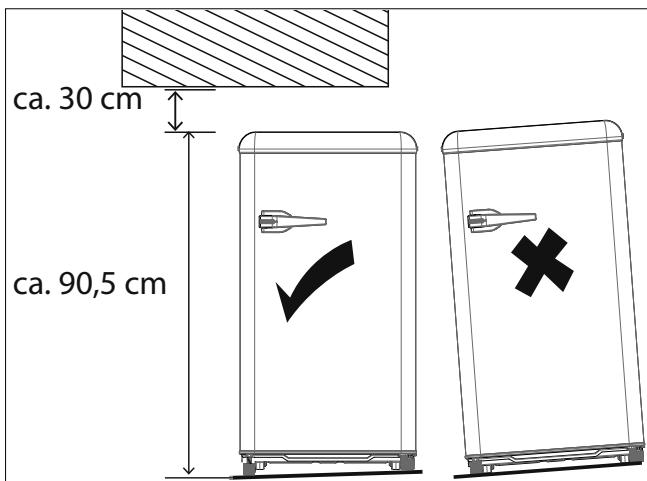

Abb. 4 – Mindestraumhöhe, Gerät ausrichten
- ▶ Das Gerät waagerecht ausrichten, Unebenheiten des Bodens durch entsprechendes Einschrauben der Stellfüße (3) ausgleichen (siehe Abb. 4).